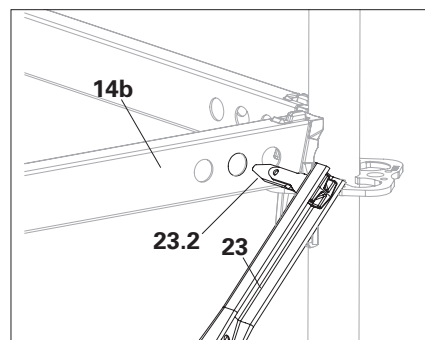

Fig. A4.07d
4. Inserire il perno girevole nel foro del corrente orizzontale superiore (**14b**). (Fig. A4.07d)